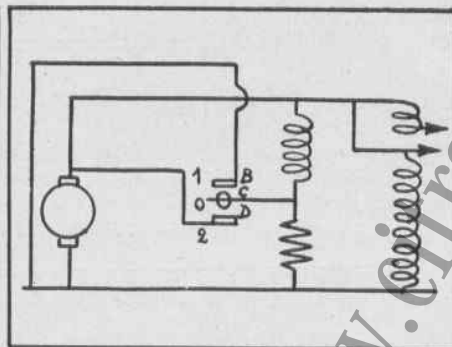

Fig. 21. — La tension dépasse la tension de réglage.
b) La tension dépasse la tension de réglage : la palette est attirée, C et B sont coupés et la résistance est mise en série avec les inducteurs (fig. 21). Cela a pour conséquence de diminuer le courant d'excitation et il en résulte une baisse de tension ; la palette est rappelée par le ressort et le phénomène recommence.